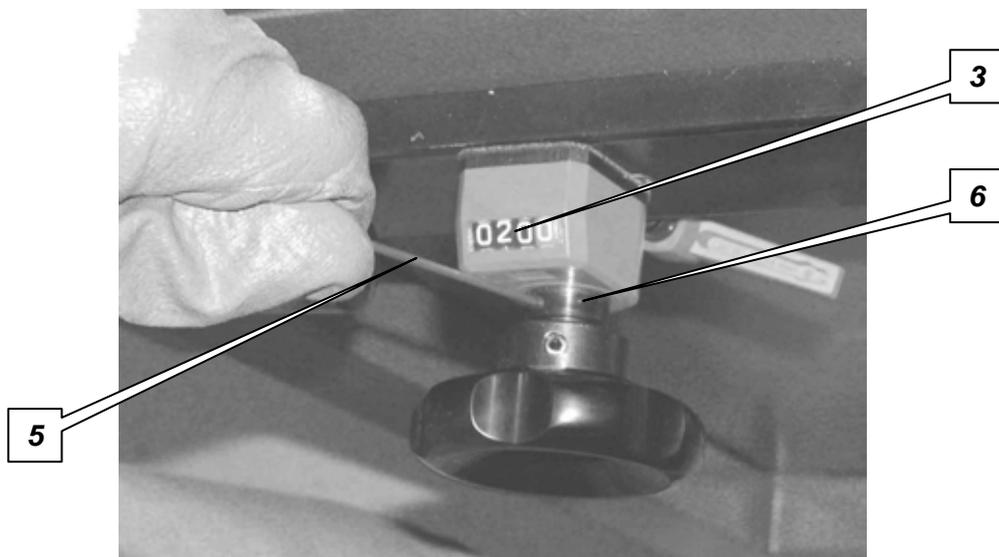

Figura 5.18 – Chiusura dei bracci
8. sbloccare il grano con chiave esagonale 2 mm **5** (non in dotazione) (figura 5.18);
9. ruotare la boccola **6** dell'indicatore **3**, con la chiave esagonale **5**, fino ad indicare il numero 200 (figura 5.18);
10. bloccare il grano con chiave esagonale 2 mm **5** (non in dotazione) (figura 5.18).